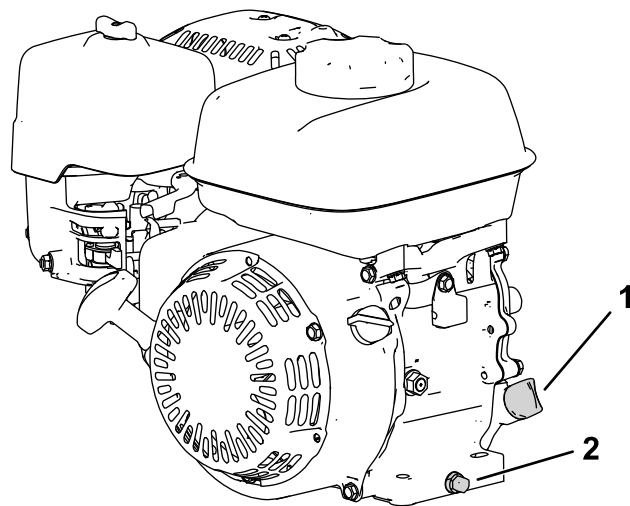

图 15
2. 调整机器使发动机保持水平并清洁加油管周围的区域 图 15。
3. 拆下排油塞 图 15。